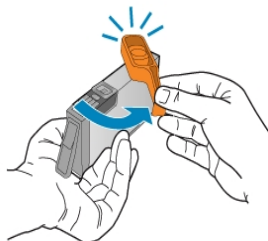

Рисунок 10 – Снятие защитной крышки
- 5) Повернуть и снять защитную крышку (рисунок 10).